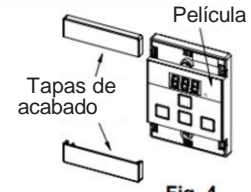

Fig. 4
7. Retire la película protectora de la cara del controlador y vuelva a colocar las placas de cubierta (Fig. 4)